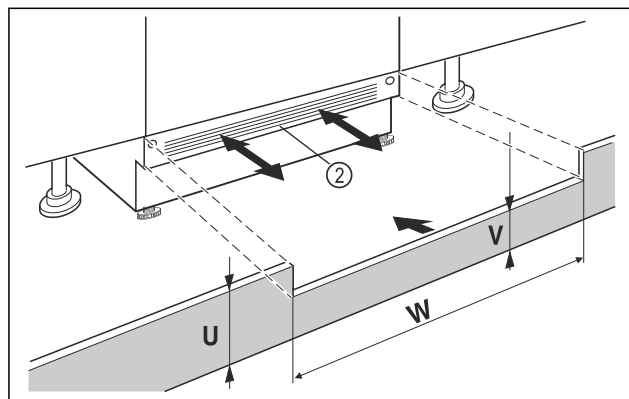

Fig. 15 Immagine a titolo di esempio
- Applicare lo zoccolo dell'apparecchio Fig. 15 (2) ma non fissarlo ancora.
- Se lo zoccolo è visibile Fig. 15 (2), tirarlo in avanti in modo tale che il bordo anteriore della griglia di ventilazione e lo zoccolo del mobile siano a filo.
- Se lo zoccolo è nascosto Fig. 15 (2) spingerlo completamente indietro.
- Verificare che le fessure di ventilazione siano completamente libere: Se necessario, tagliare lo zoccolo del mobile Fig. 15 (U)!
- Adattare, per la larghezza dell'area di incasso Fig. 15 (W), l'altezza del listello Fig. 15 (V) sotto lo zoccolo dell'apparecchio Fig. 15 (2).